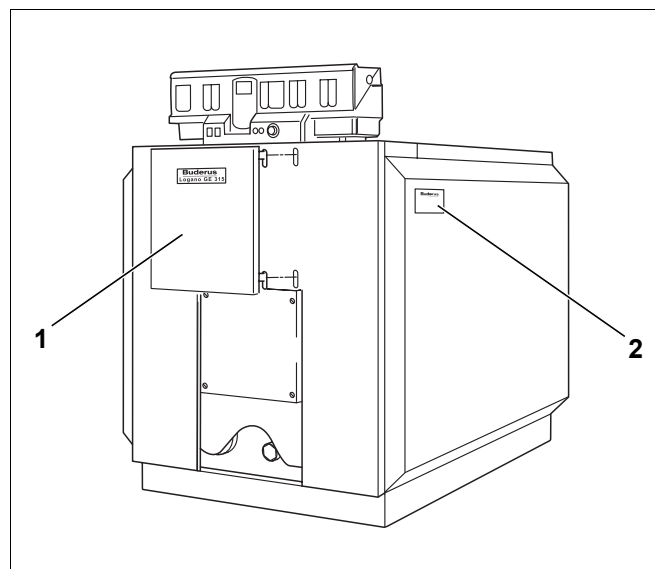

Bild 42 Einhängen der Brenntürblende
- Die Brenntürblende in die Ausstanzungen der Vorderwand einhängen (Bild 42, **Pos. 1**).
- Das Typenschild (Bild 42, **Pos. 2**) je nach örtlichen Verhältnissen auf die rechte oder linke Seitenwand aufkleben.